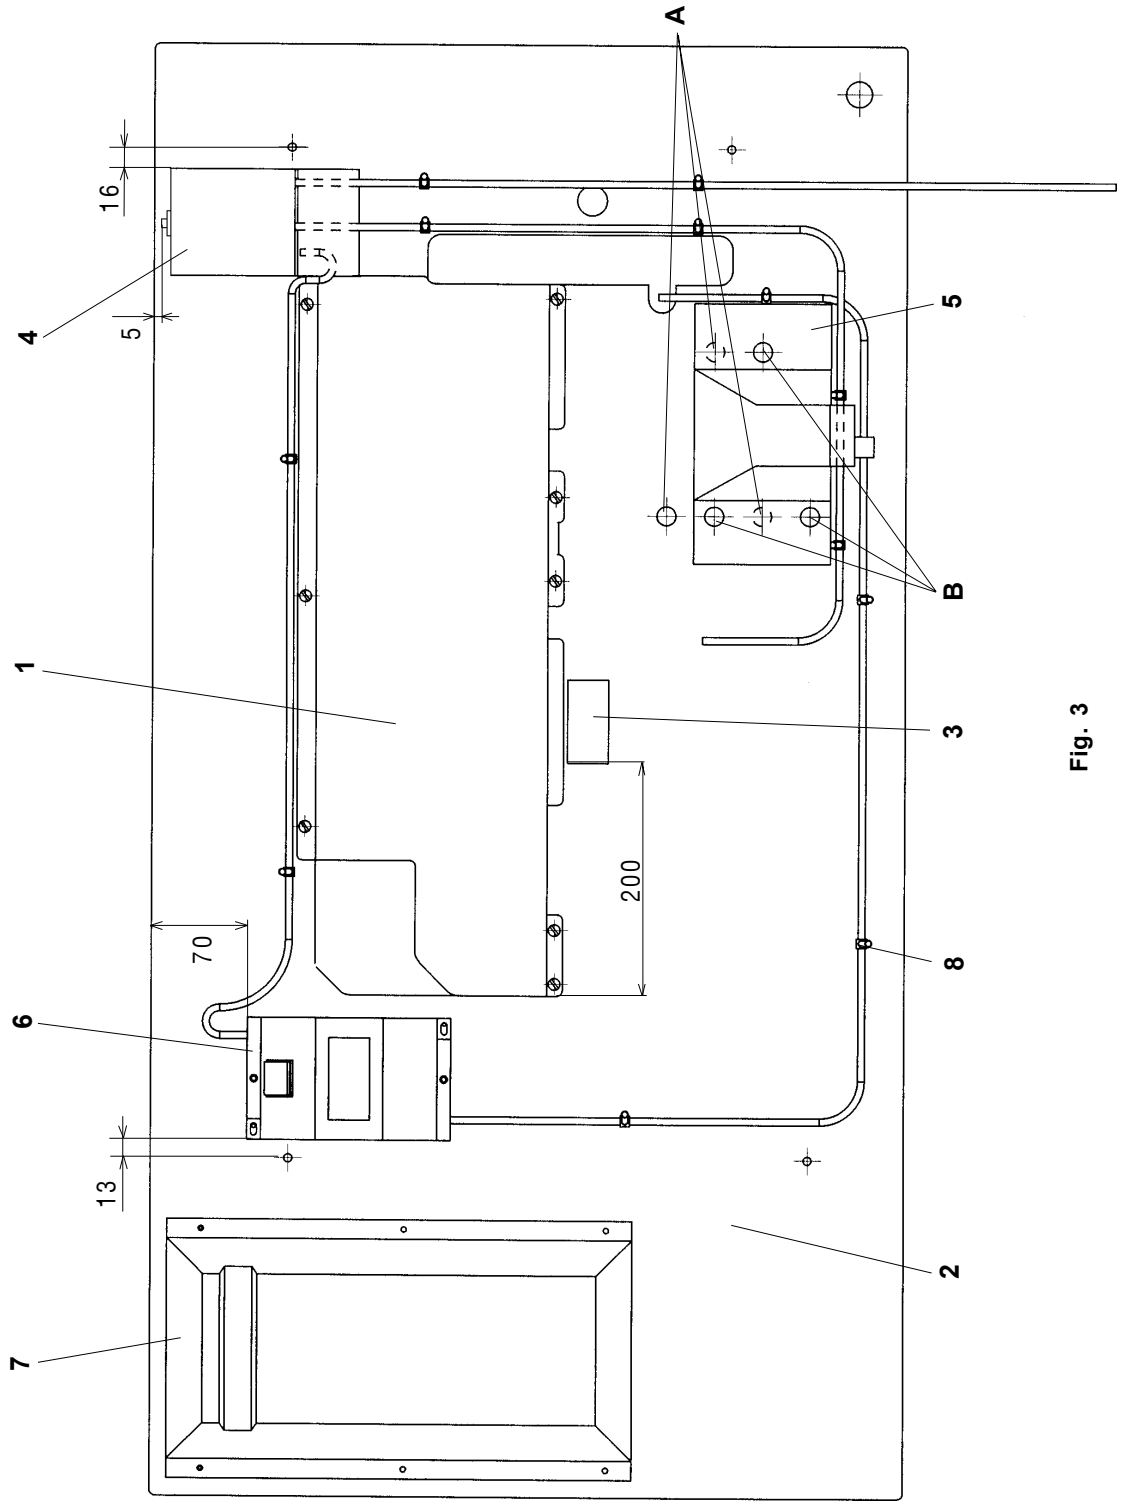

Fig. 3
Visser l'interrupteur principal (4) sur la plaque du bâti (1, Fig. 3)
Attacher le pare-chocs en caoutchouc (3, Fig. 3).
Visser le porte-moteur (5) suivant la Fig. 3 et 4.
Visser le transformateur d'éclairage (6, Fig. 3) pour éclairer la machine - si celui-ci a été livré.
Installer au moyen des attaches (8, Fig.3) les conducteurs électriques. Le branchement en est différent suivant le moteur, la tension d'alimentation et suivant le nombre des conducteurs du courant électrique. Dans le cas de l'amenée de quatre conducteurs de 3 x 400 V, le transformateur d'éclairage doit être alimenté par un câble d'amenée séparé de 1 x 230 V – voir alinéa 12.3.
Visser le tiroir (7, Fig. 3).